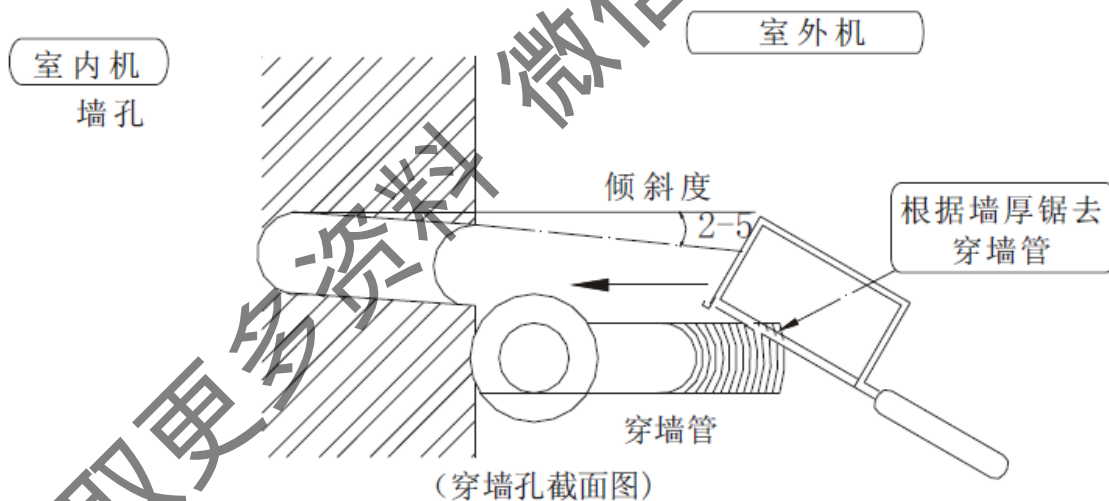

图 11
2) 穿墙：室内外机组管道穿插墙时，必须具有穿墙用套管，以保护管道和导线，如图 11：